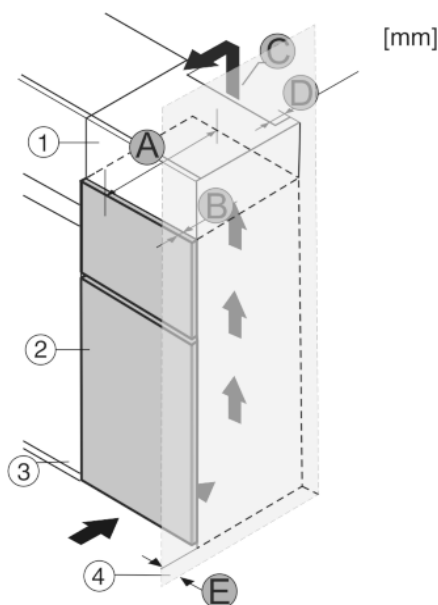

Fig. 18
Устройство может быть окружено кухонными шкафами. Чтобы уравнять устройство Fig. 18 (2) по высоте с кухонной стенкой, можно установить над устройством дополнительный шкафчик Fig. 18 (1).
Установить устройство можно непосредственно рядом с кухонным шкафом Fig. 18 (3). Чтобы можно было полностью открыть двери, устройство должно выступать на глубину Fig. 18 (B) относительно передней стенки кухонного шкафа. В зависимости от глубины кухонных шкафов и использования пристенных распорок устройство может выступать и больше.
- На задней стенке дополнительного шкафчика должен быть вентиляционный канал с глубиной Fig. 18 (D) по всей ширине этого шкафа.
- Нужно соблюдать вентиляционное отверстие Fig. 18 (C) под нижней панелью.
Если устройство установлено на шарнирах у стены Fig. 18 (4), то нужно соблюдать расстояние Fig. 18 (E) между устройством и стеной.